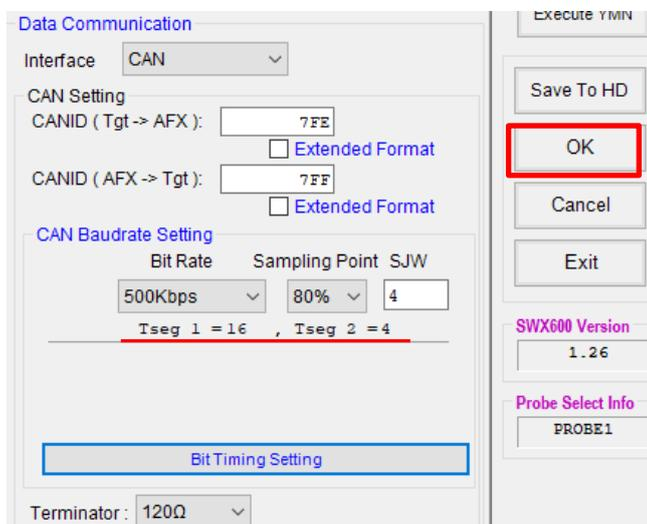

図 2
3. OK ボタン (図2 赤枠) を押すと、AFX への設定が反映されます。
デフォルトの設定値リストに該当しない場合には、"Bit Rate" "Sampling Point"は、非選択の状態での表示となりますが、設定した値は、テキスト表示 (図2 赤下線) から確認できます。